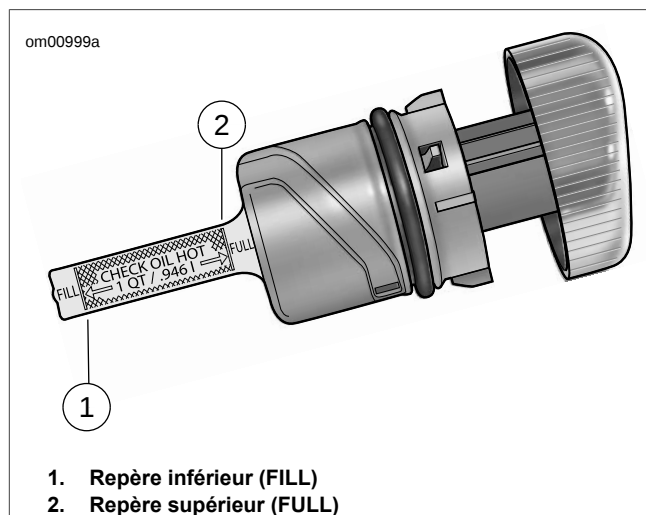

Figure 1-3. Jauge de niveau d'huile
5. Voir Figure 1-3. Retirer de nouveau le bouchon de remplissage et vérifier le niveau d'huile chaude sur la jauge.